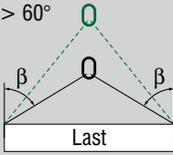

Abb. 9
- Bei mehrsträngigen Anschlagmitteln bestimmt der größere Neigungswinkel β (Abb. 9) den Lastanschlagfaktor.